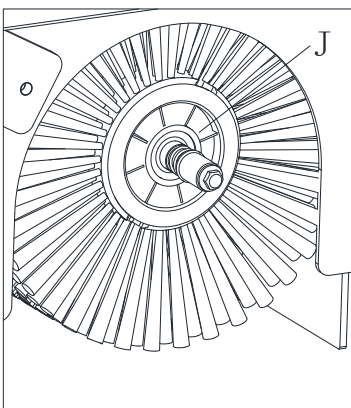
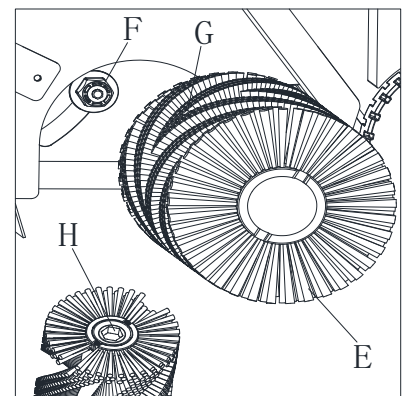

Рис. 26
Рис. 24
6. Снимите основную щетку (Е, рис. 24) вместе со ступицей (J, рис. 26).
7. Проверьте, что в ступице привода (F, рис. 24) нет грязи или намотанных посторонних материалов (струн, шнуров и т. д.).
8. Новая основная щетка должна быть установлена с узором щетины, как показано на рисунке (G, рисунок 24).
9. Установите новую основную щетку и убедитесь, что шестигранная сетка (H, рис. 24) правильно вставляется в ступицу привода (F, рис. 24).
10. Установите ступицу (J, рис. 26) в основную щетку.